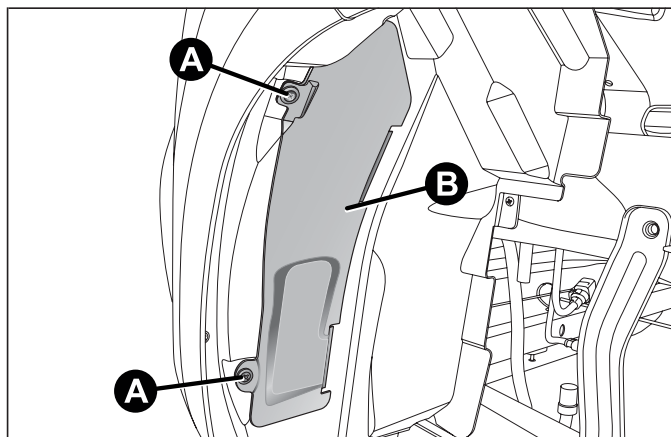

fig. 128
- agire sulle viti A fig. 128 e rimuovere lo sportello B;